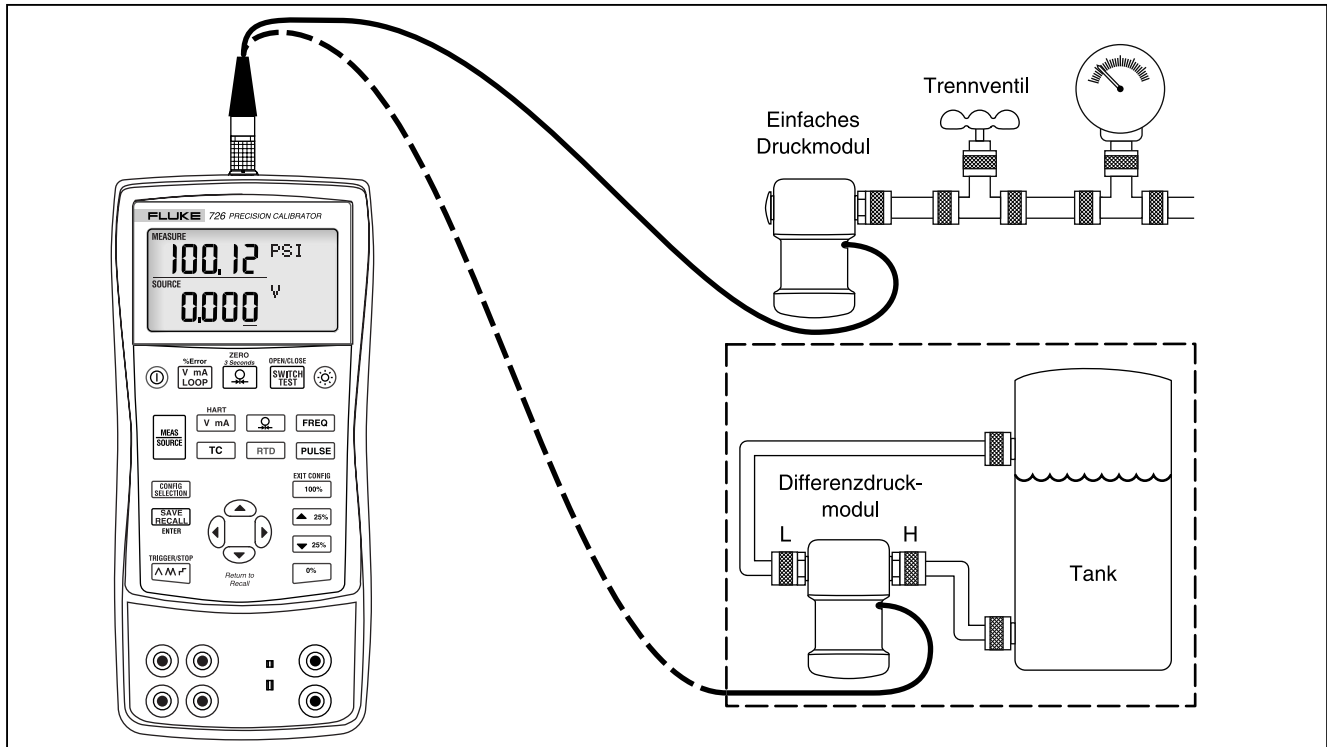

Abbildung 13. Verbindungen zum Messen von Druck
1. Das Druckmodul gemäß Abbildung 13 an den Kalibrator anschließen. Die Gewinde am Druckmodul akzeptieren Standard- $\frac{1}{4}$ -Zoll-NPT-Rohrverschraubungen. Wenn nötig, den $\frac{1}{4}$ -Zoll-NPT- $\frac{1}{4}$ -Zoll-ISO-Adapter verwenden.